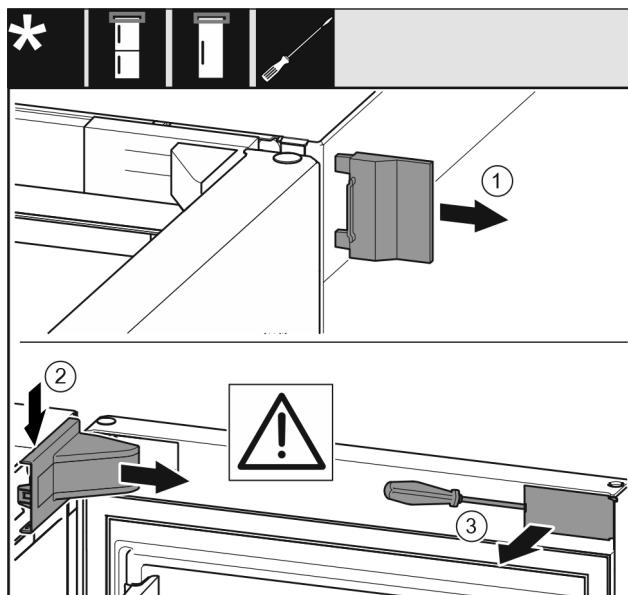

Fig. 10
- ▶ 取下外盖 Fig. 10 (1)。
- ▶ 拆卸并取下托架盖 Fig. 10 (2)。
- ▶ 使用带槽螺丝刀松开隔板 Fig. 10 (3) 并把它转到一边。